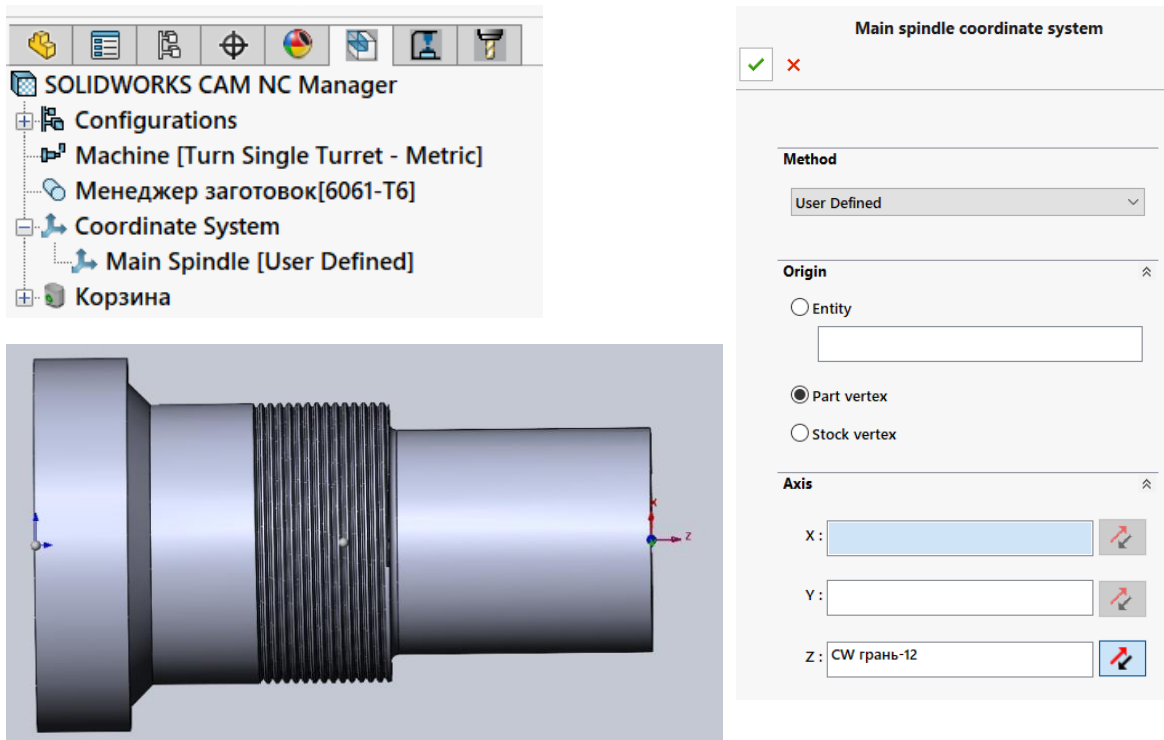

Рис. 4.3. Визначення системи координат
4. Визначити систему координат (рис. 4.3).